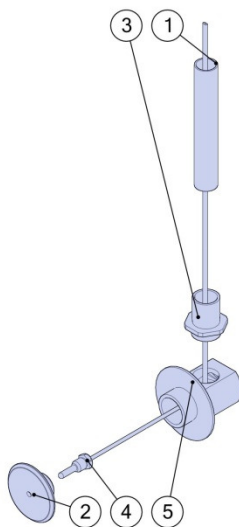
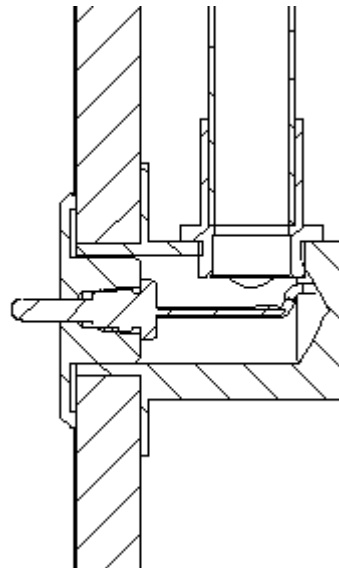

fig. 2
fig. 3
- Um den ProSteam Dampfgenerator über einen Kabelkanal mit dem Temperatursensor zu verbinden, verwenden Sie den Wandeinsatz (fig. 2)und bauen Sie diesen gemäß Abbildung unten ein.(fig 3)